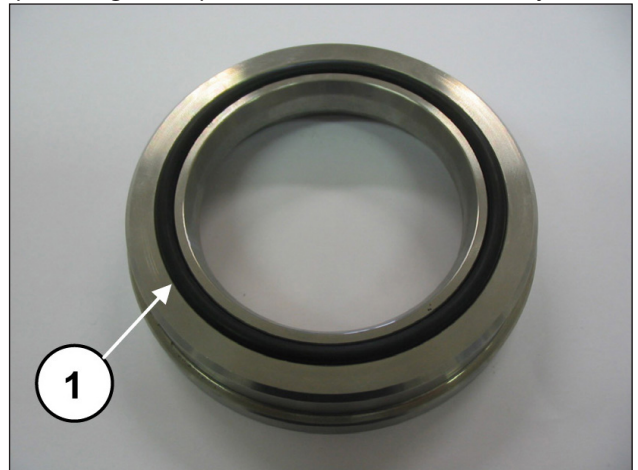

Fig. 198
Monte agora sobre o anel do cabeçote do anel circular (pos. ①, Fig. 198) e posicione-o no local sobre o cabeçote.